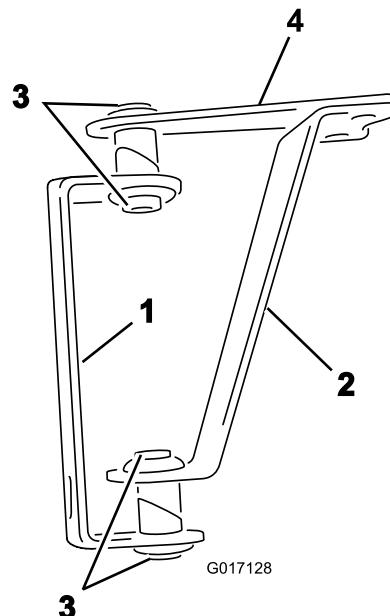
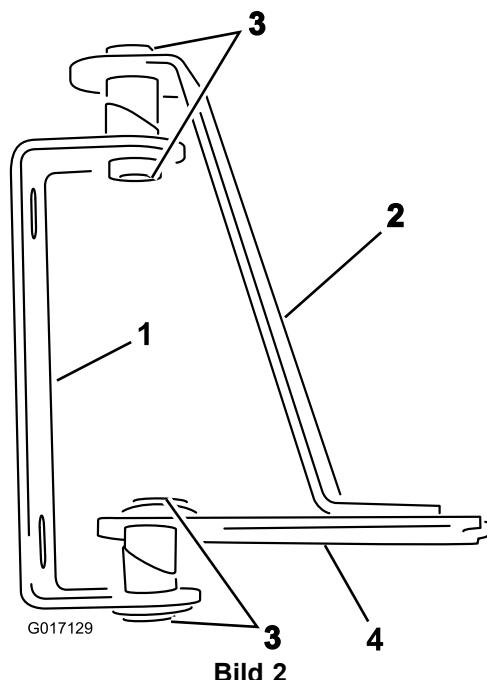

Bild 1
Bild 2
1. Arrangieren Sie die Scharniere und Riemen, wie in Bild 1 (für einen nicht abgedeckten Ausleger) oder in Bild 2 (für einen abgedeckten Ausleger) dargestellt.